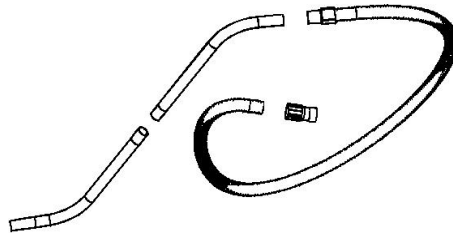

Abbildung 3
3. Stecken Sie das Schlauchende mit dem kurzen Anschlussstück in das quadratische Anschlussstück und führen Sie den Schalter des quadratischen Anschlussstücks in die Nut des kurzen Anschlussstücks ein. Das andere Ende des Schlauchs sollte je nach Reinigungsaufgabe mit verschiedenen Anschlüssen versehen werden, z. B. mit der Düse für trockene Böden oder mit der Düse für nasse Böden. (Abbildung 3).